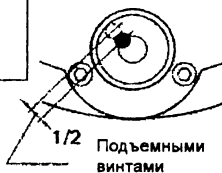

Рис. 7.2
- 3) Скомпенсируйте половину смещения пузырька с помощью подъемных винтов (рис. 7.2).